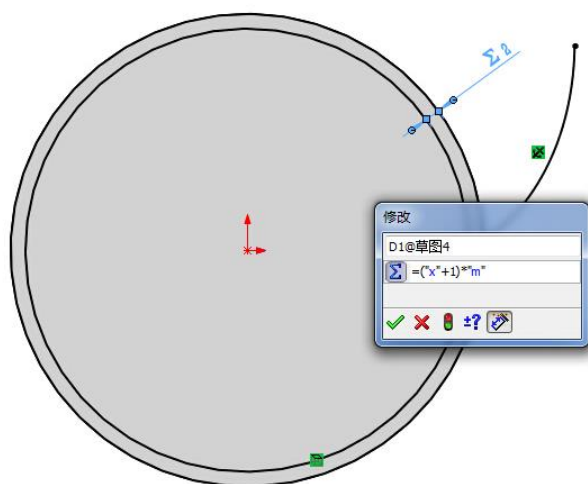

图 3-39 分度圆草图
(2) 以草图原点为圆心绘制分度圆，根据齿轮几何尺寸，齿顶圆与分度圆半径之差为  $(1+x)*m$ （标准齿轮齿顶高系数为 1）。用智能尺寸定义该圆与齿顶圆半径之差，在“修改”对话框中输入  $(“x”+1)*m$ ，即可得到分度圆草图，如图 3-39 所示。